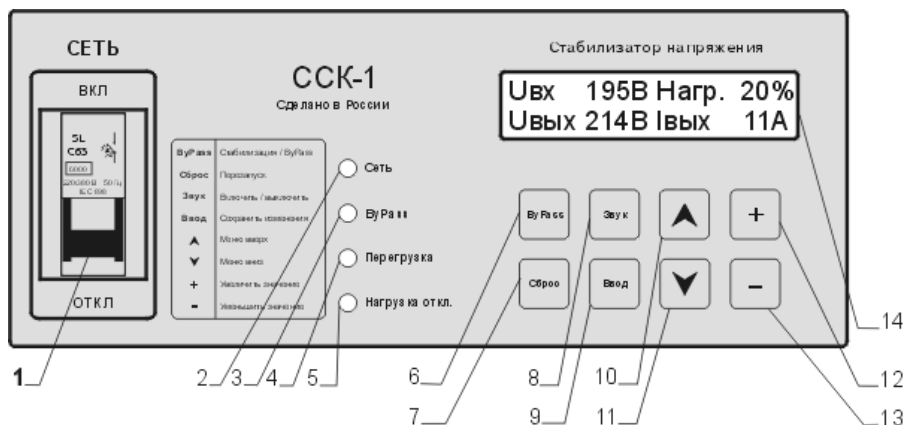

Рис.4. Панель управления и индикации.
1-основание, 2-боковина (правая + левая), 3-панель коммутационная, 4-задняя стенка, 5-крышка, 6-лючок, 7-панель блока силового, 8-основание панели управления, 9-скоба крепления панели управления, 10-панель управления (см.рис.4), 11-передняя панель.
На панели управления и индикации (см.рис.4) находятся: автоматический выключатель «Сеть» (1), светодиодные индикаторы (2...5), табло ЖКИ (14) и клавиатура управления (6...13).